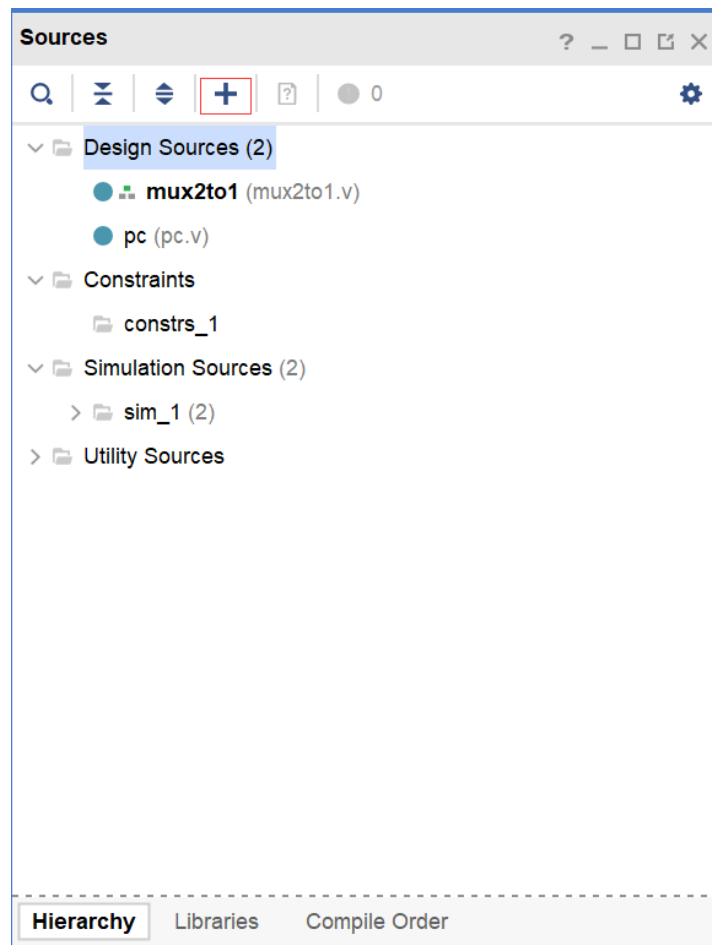
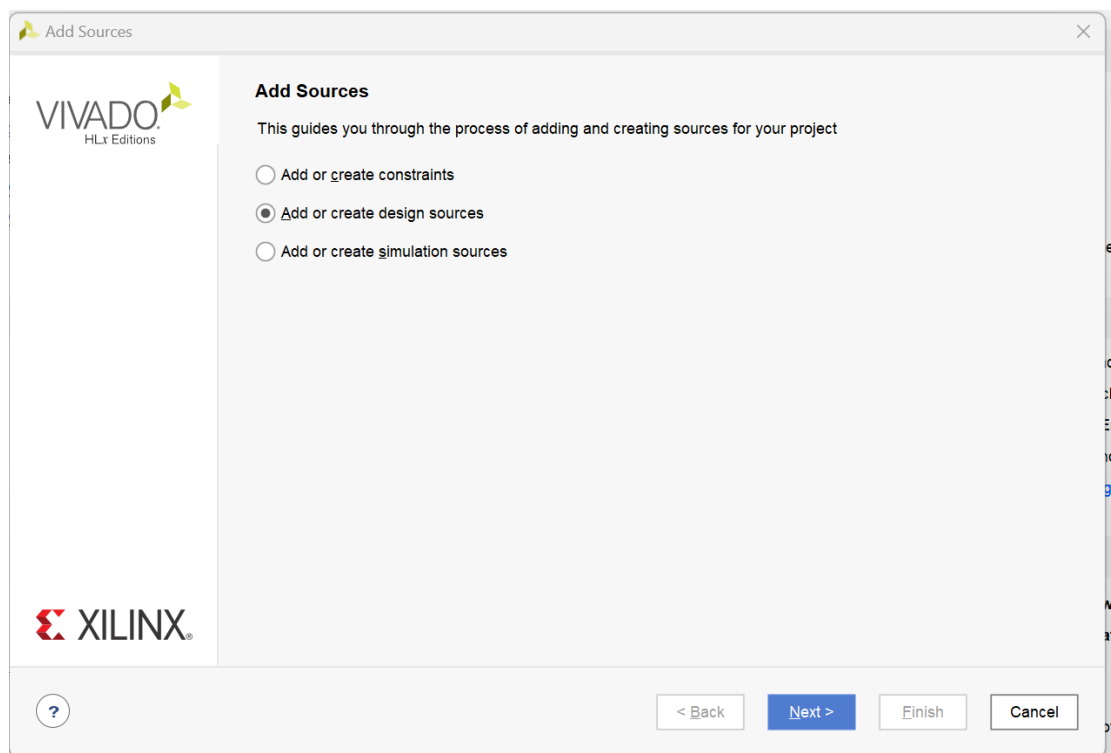

图 4.4.11 创建 ram 源文件
图 4.4.12 Add or create sources
(1) 建立 Verilog RAM 源文件。点击“+”号 (图 4.4.11)，选择“Add or create design sources” (图 4.4.12)。